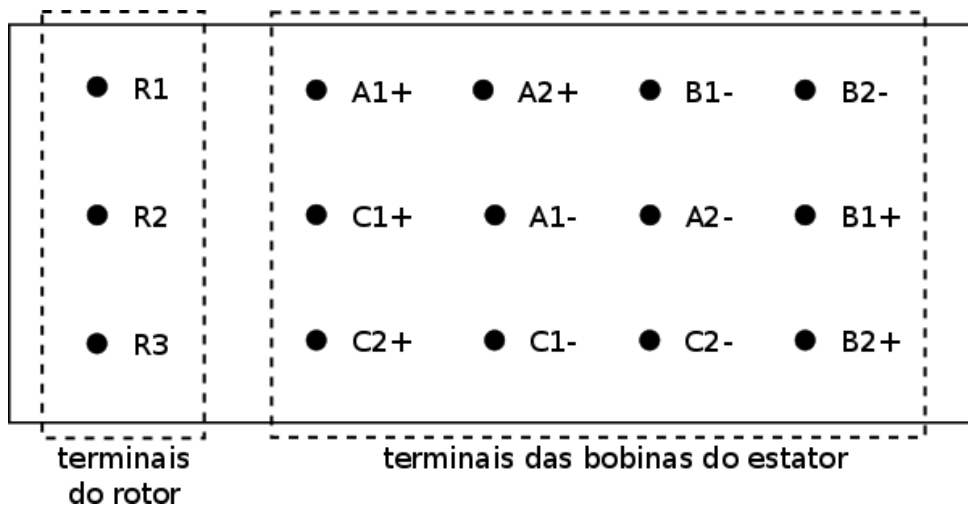
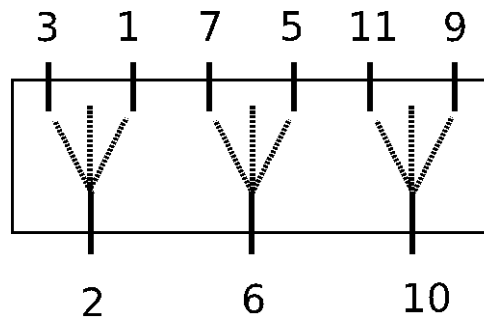

Figura 1 – Terminais do rotor e estator
Figura 3 – Chave tripolar de reversão
As fases e as polaridades dos enrolamentos do estator, bem como os terminais do rotor estão identificados na figura 1 a seguir, que representa o painel de ligações do motor.
- 1.4. Desenhe, na figura 1, as conexões a serem feitas com as chapinhas metálicas fornecidas, de forma que as bobinas da fase A fiquem em paralelo entre si. Faça o mesmo com as bobinas da fase B e C. Note que as chapinhas só podem ser conectadas em terminais adjacentes na vertical ou horizontal, nunca na diagonal.
- 1.5. Marque, na figura 1, os pontos a serem conectados à fonte, indicando-os com as letras “A”, “B” e “C”.
- 1.6. Indique na figura 1 os pontos a serem conectados à chave estrela-triângulo, de acordo com a numeração dada na figura 3.
- 1.7. Na figura 3, indique as conexões a ser realizadas entre terminais e entre terminais da chave e terminais do motor.